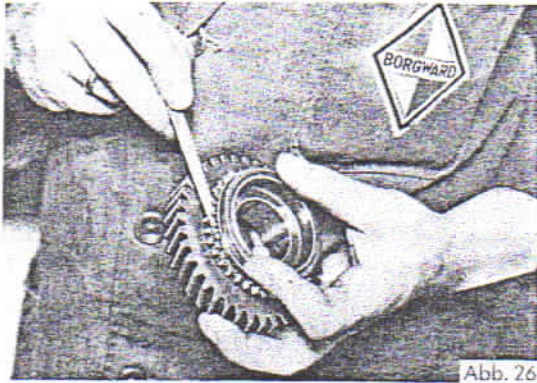

Abb. 26
11. Sperrzahnring auf Konus des Schraubenrades für 1. Gang auflegen und das Abstandsmaß zwischen Außenkante der Kupplungszähne vom Schraubenrad und Planseite des Sperrzahnringes kontrollieren (Abb. 26). Ist Abstand kleiner als 1 mm, Sperrzahnring austauschen.
15. Sperrzahnring auf Konus des 3. Gang-Schraubenrades aufsetzen. Abstandsmaß zwischen Außenkante der Kupplungszähne und Planseite des Sperrzahnringes, wie in Abb. 26 gezeigt, kontrollieren. Ist Abstand kleiner als 1 mm, Sperrzahnring auswechseln.